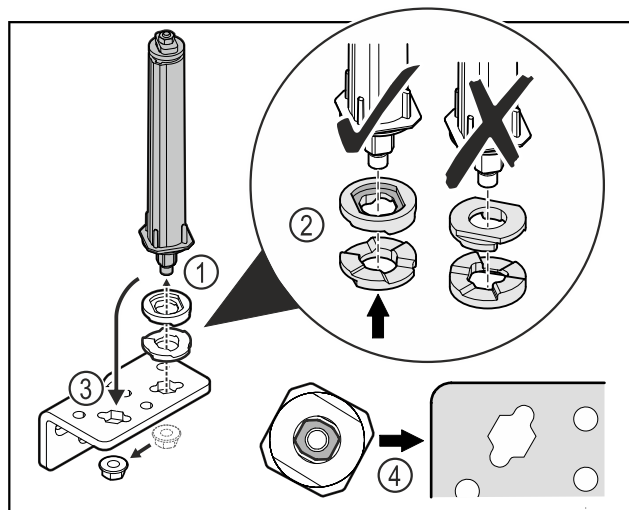

Fig. 31
- Отпустите гайку и демонтируйте систему закрытия двери Fig. 31 (1).
- Учитывайте правильность выравнивания шайб для регулировки высоты Fig. 31 (2).
- Переставьте систему закрытия двери в шарнирном уголке и зафиксируйте гайкой Fig. 31 (3).
- При установке учитывайте правильность выравнивания системы закрытия двери Fig. 31 (4).